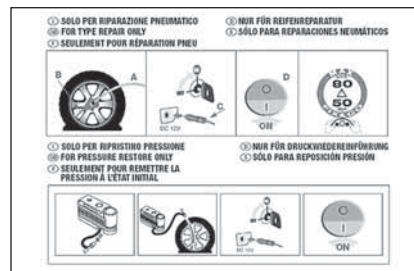

fig. 3
*Livrer le dépliant fig. 3 au personnel qui devra manier le pneu traité avec le kit de réparation des pneus.*